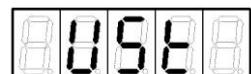

Рисунок 3
4. Нажать кнопку . Если пароль набран верно, то осуществляется вход в управляющее меню и на индикаторе отобразится первый его пункт – слово "UST" (рисунок 3). (В противном случае произойдет возврат в рабочий режим.)